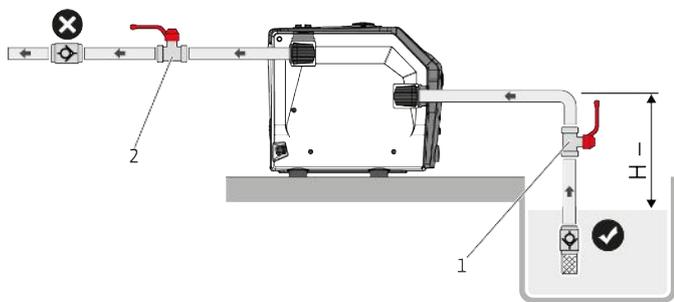
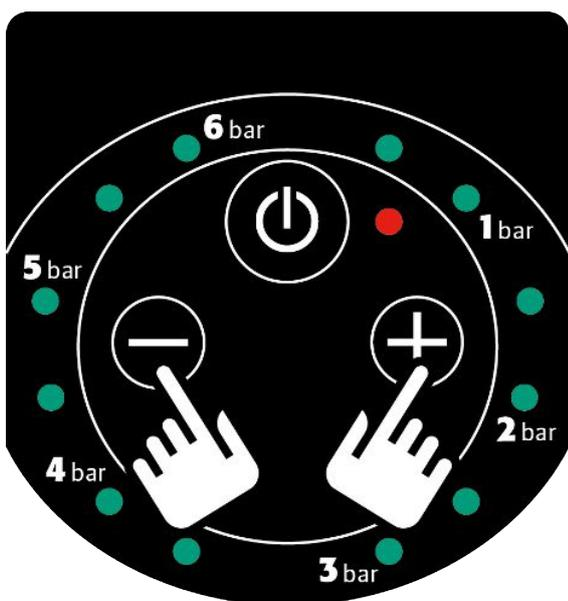

Fig. 7: Modo de aspiración
Fig. 10: Teclas de mando + y -
1. Cuando el producto está instalado en modo de aspiración (Fig. 7), mantenga pulsadas las teclas de mando «+» y «-» simultáneamente durante 5 segundos (Fig. 10).
1. Cierre las llaves de corte (Fig. 7, pos. 1, 2) en los lados de impulsión y aspiración.